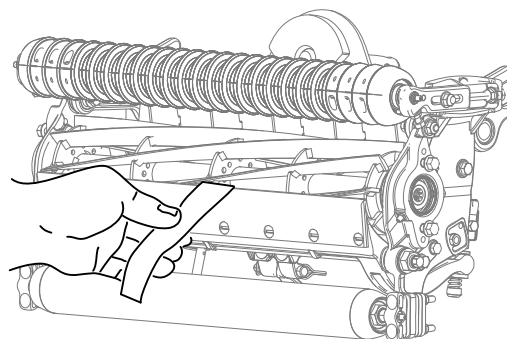

Figura 10
12. Teste o desempenho de corte inserindo uma tira comprida de papel desempenho de corte Toro entre o cilindro e a lâmina de corte, perpendicular à lâmina de corte (Figura 10). **Lentamente** rode o cilindro para a frente; deve cortar o papel.